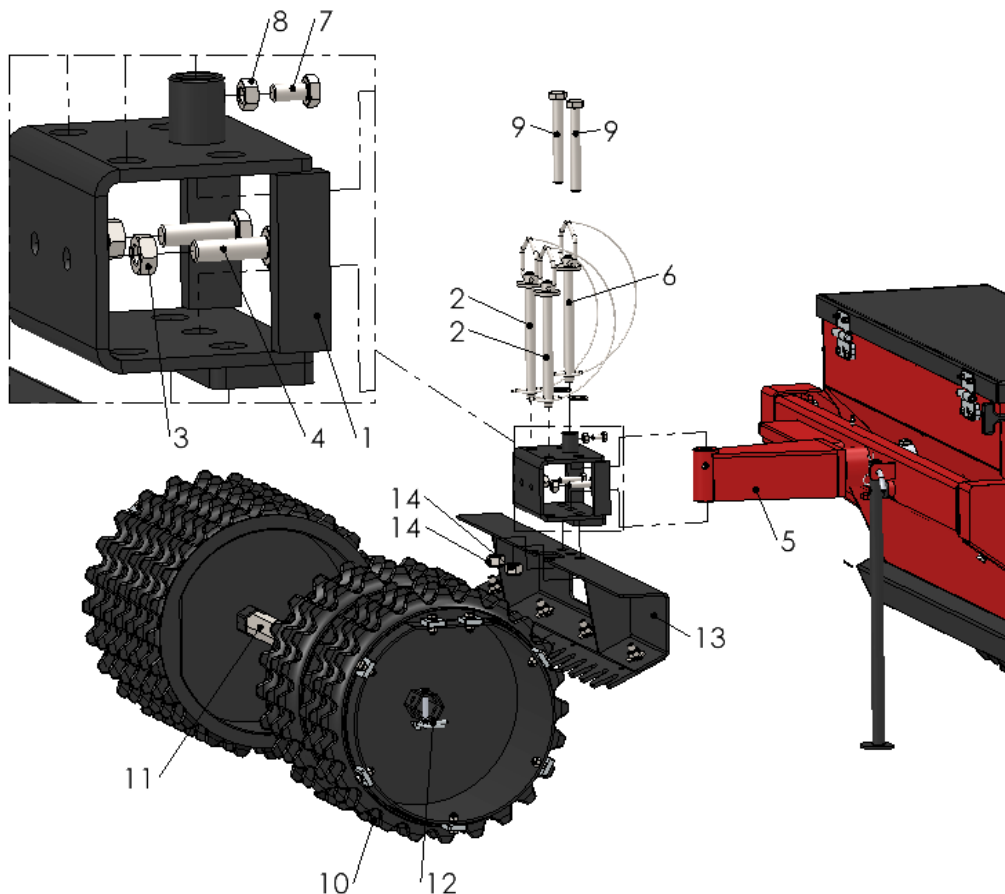

Figure 5
Lorsque le Cultipack Seeder est utilisé pour la première fois, il doit être installé de la manière suivante : (voir Figure 5)
Retirez l'axe d'accouplement (6) et retirez le Cultipack Seeder. (Figure 5)